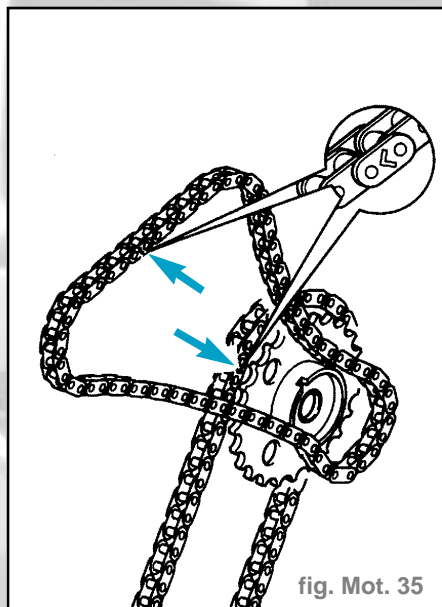

fig. Mot. 35
- Mettre en place la chaîne à rouleaux d'arbre à cames sur l'arbre intermédiaire (respecter le sens de rotation) (fig. Mot. 35).